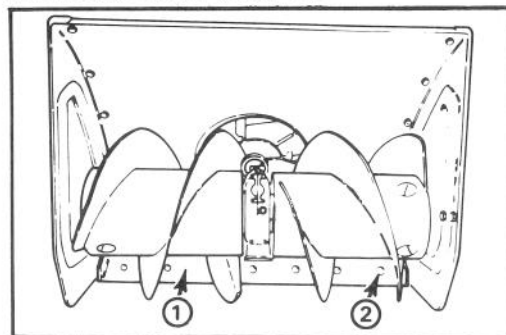

Abbildung 18
3. Als nächstes die Sicherungsschrauben (6), die die Schürfleiste mit dem Schneckengehäuse verbinden, lockern (Abb. 18).